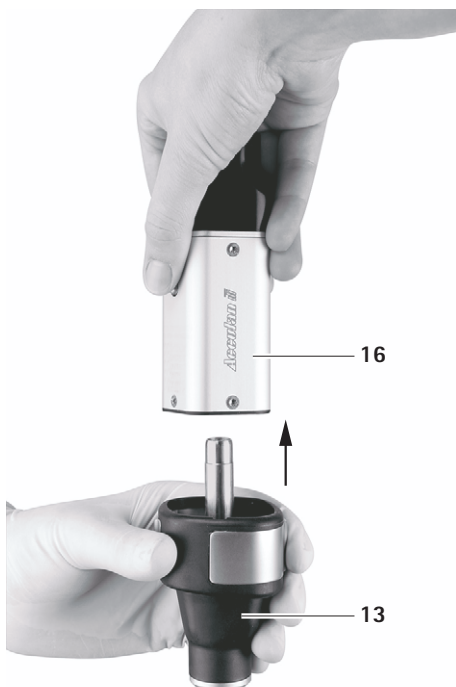

Рис. 9
- ▶ Отсоединить адаптер Electro 16 от крышки Electro 13, см. Рис. 9.